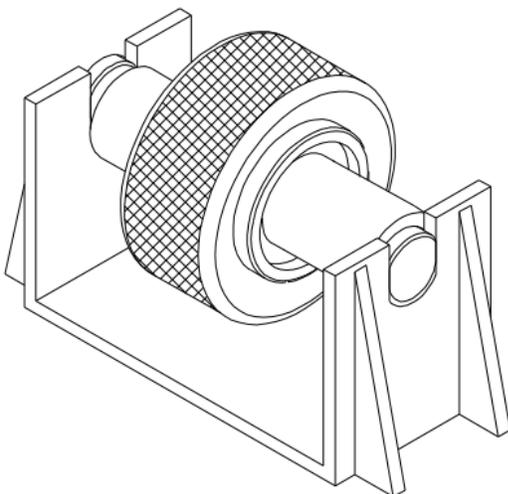

Рис. 5-5
**5.1.5 Если диаметр ролика во вращающейся платформой (см. Рис. 5-5) меньше 53 мм, или возникает необычный шум, замените ролик.**